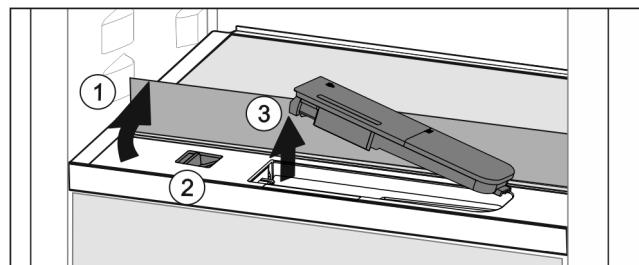

Fig. 127
- Stekleno ploščo dvignite in jo sklopite nazaj do omejevalnika Fig. 127 (1).
- Drsnik Fig. 127 (2) potisnite v levo.
- Odstranite rezervoar za vodo Fig. 127 (3).